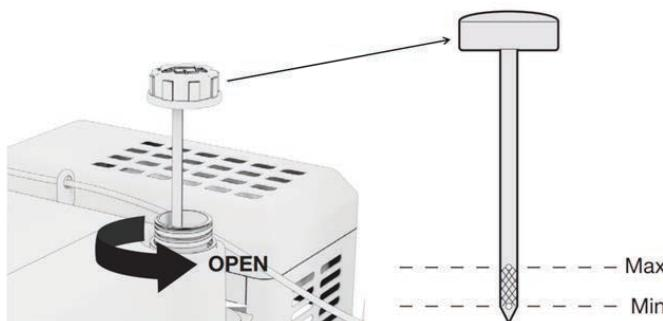

Рис. 29
2. Выкрутите пробку (Поз. 4, Рис. 3) маслоналивной горловины (рис. 29);